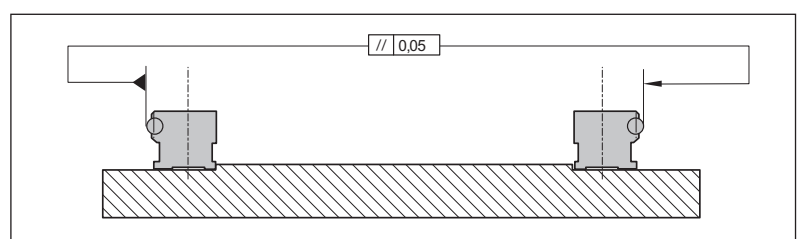

Fig. 77: Verificar o paralelismo dos trilhos de guia
- ▶ Verificar paralelismo ➡ Fig. 77